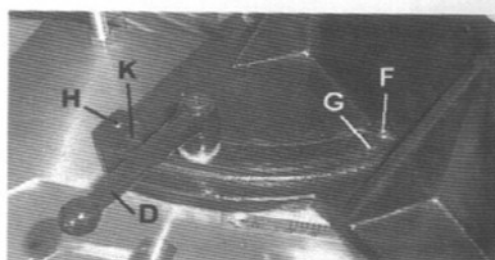

Рис. 14
3. Если необходима регулировка, ослабьте зажимную ручку (D) Рис.14, ослабьте установочный винт (F) и поверните регулировочный винт (G), пока губка тисков не будет под углом 90 градусов к полотну. ПРИМЕЧАНИЕ: поверните винт (G) с противоположного конца, через переднюю часть тисков. Конец винта (G), должен соприкоснуться с головкой зажимной ручки (D), когда губка тисков находится под углом 90 градусов по отношению к полотну. Затем затяните установочный винт (F).
4. Если необходима регулировка, ослабьте зажимную ручку (D) Рис.14, ослабьте установочный винт (K), который должен соприкоснуться с головкой зажимной ручки, когда губка тисков находится под углом 45 градусов по отношению к полотну. Затем затяните установочный винт (H).